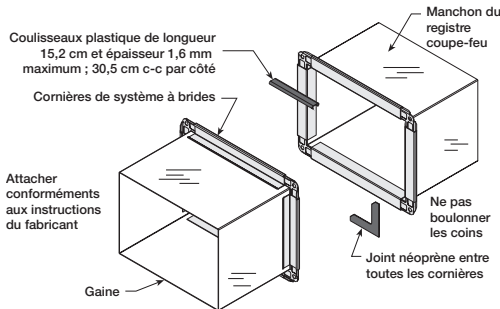

Figure 12 — Raccordements séparables
- Poser le système de raccordement fabriqué par Ductmate, Ward ou Nexus comme sur la Figure 12.